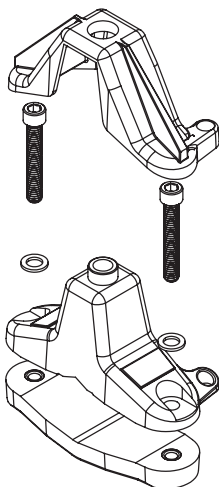

Figura 4
7. Para montar la **sección del cono de la nariz**, ubique el conjunto de montaje encima del travesaño delantero para asegurarse de que la caja para reels quede sobre el travesaño trasero con suficiente espacio para el montaje en el próximo paso. Una vez que encuentre la posición indicada, gire la unidad y ajuste los pernos reales para asegurar el **conjunto de montaje del cono de la nariz** en su lugar. Gire nuevamente la unidad y coloque los pies de la mordaza para el portaequipajes debajo del travesaño delantero. Asegúrelo con la **arandela pequeña** y el **perno de la mordaza para el portaequipajes de 5,1 cm (2 pulg.)** (para el modelo Thule Xsporter, use los pernos de 6,4 cm [2,5 pulg.]), como se muestra en la **Figura 4**